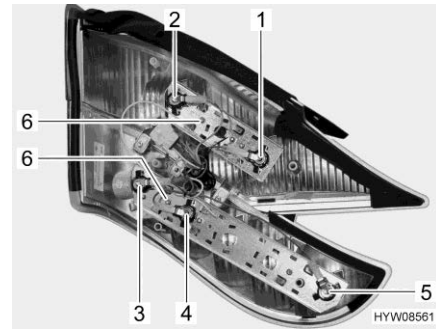

Fig. 225 Luci posteriori (lato posteriore)
- Svitare le due viti Torx (Fig. 225,6) del listello di supporto interessato sul lato posteriore dell'alloggiamento.